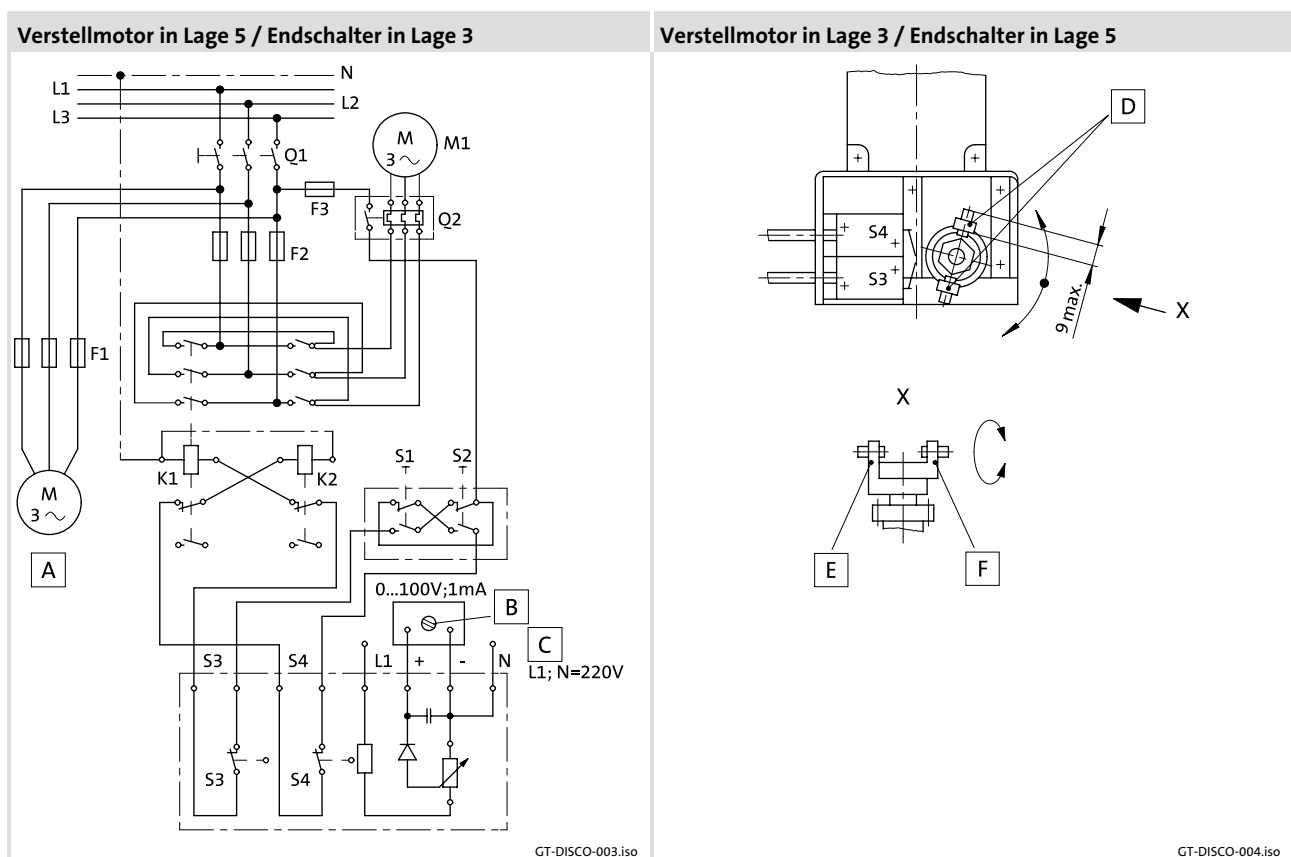

Abb. 2 Schaltplan Servoverstelleinrichtung mit Potentiometer-Anzeigevorrichtung
1. Elektrische Verstelleinrichtung nach Schaltplan (Abb. 2) anschließen. Auf richtige Polung des Verstellmotors achten!